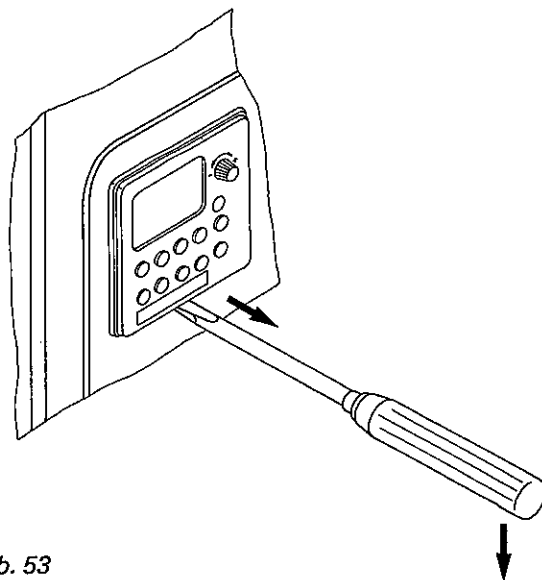

Abb. 53
1. Schaltuhr der Viessmann Miromatik-MC mit einem kleinen Schraubendreher nach vorn ausrasten (an der entsprechenden Aussparung unterhalb der Schaltuhr), und Schaltuhr herausziehen (Abb. 53).